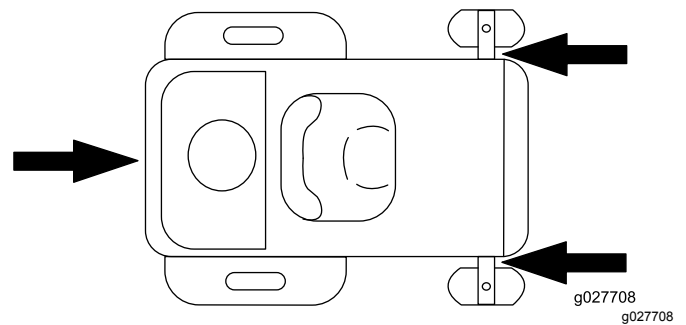

Рисунок 39
6. С помощью строп, цепей, тросов или канатов закрепите машину в точках, расположенных рядом с передними поворотными колесами и на заднем бампере (Рисунок 39). Изучите местные нормативные документы по требованиям к креплению оборудования.